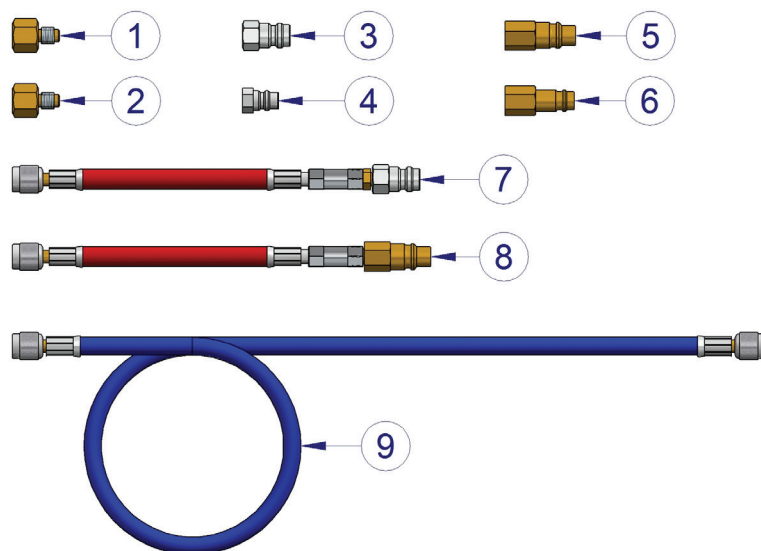
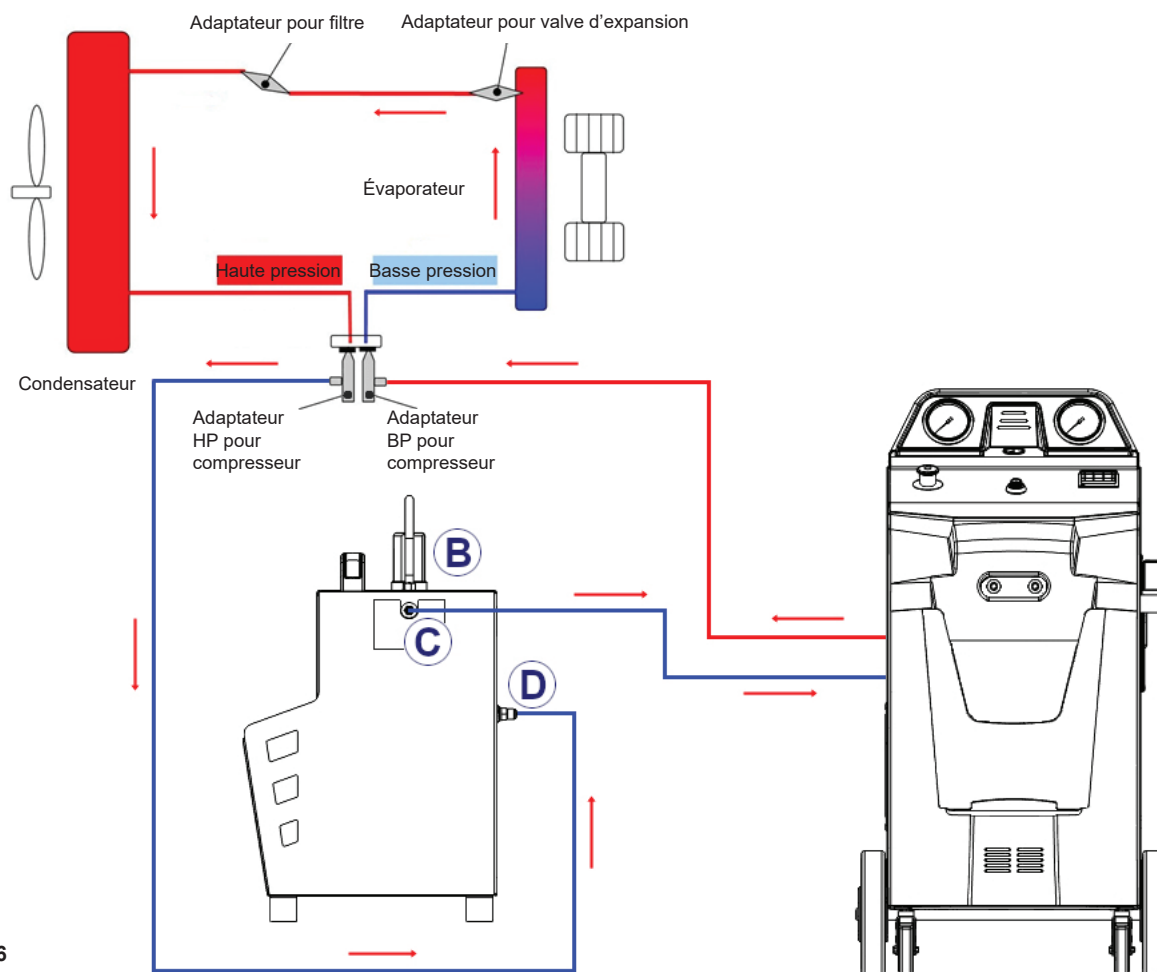
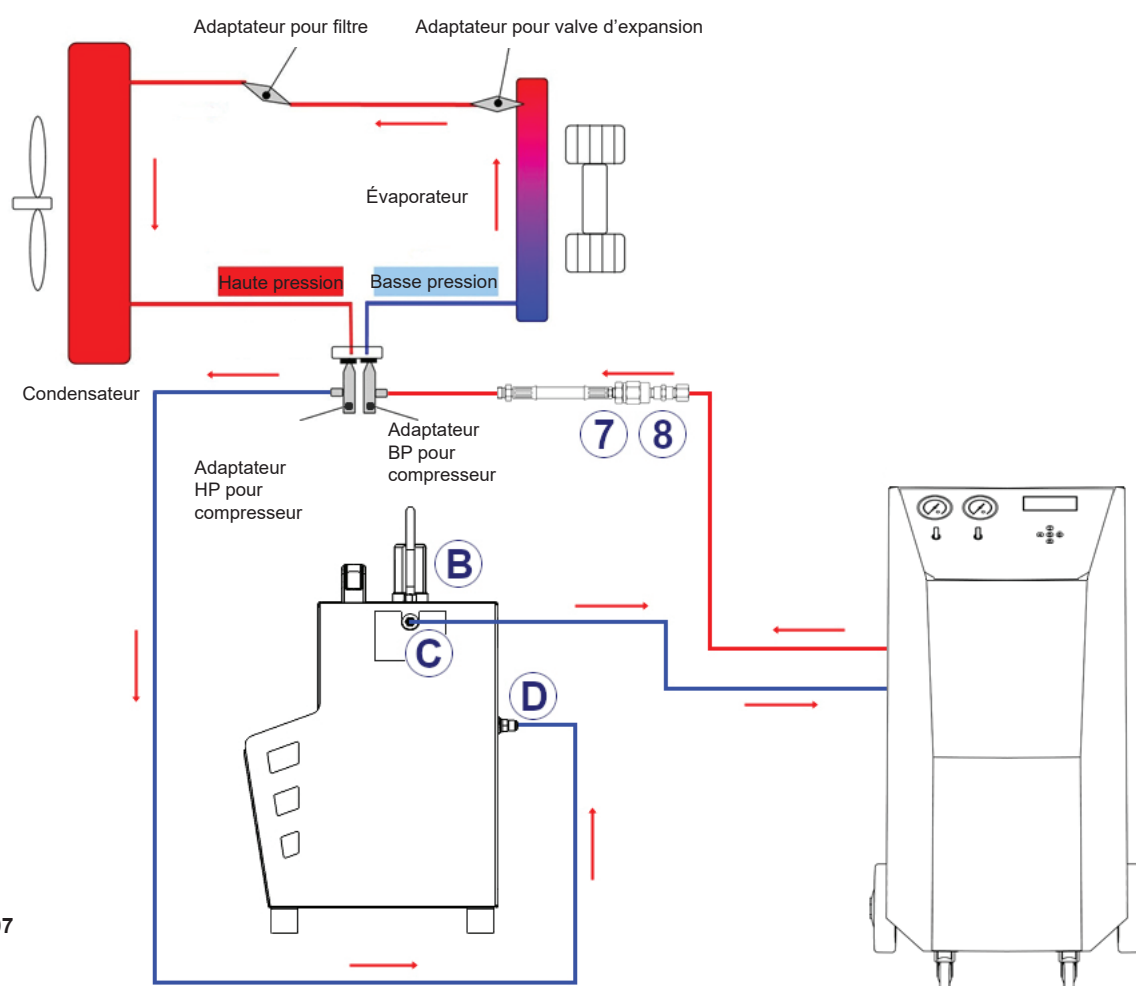

fig. 002
fig. 006
fig. 007
1. Raccordez le **tuyau de service rouge (haute pression)** à l'adaptateur spécifique au fabricant du **côté basse pression bleu** du compresseur du système de climatisation *fig. 006*.
2. Raccordez le **tuyau de service bleu (basse pression)** de l'unité de service de climatisation au port OUT **C** *fig. 006* du kit de rinçage.
3. Raccordez le tuyau bleu du kit de rinçage fourni **9** *fig. 002* au port IN **D** *fig. 006* du kit de rinçage.
4. Raccordez l'autre extrémité du **tuyau bleu** **9** *fig. 002* du kit de rinçage à l'adaptateur spécifique au fabricant du **côté haute pression rouge** du port du compresseur du système de climatisation.
6. Contrôlez la qualité du réfrigérant dans la cuve transparente de l'étape de filtration **B** *fig. 006* pendant l'opération de rinçage.
8. A la fin de l'opération de rinçage, il est possible d'enlever et d'éliminer les éventuels résidus de particules solides de la cuve transparente pour l'étape de filtration **B** *fig. 006*.
Le système est pré-régulé pour des raccords 1/4 SAE. Si l'unité de climatisation est équipée de raccords SAE 3/8", utilisez les adaptateurs **1** et **2** *fig. 002* du kit de rinçage fourni.
1. Raccordez l'adaptateur ⑦ ou ⑧ fig. 002 du kit de rinçage fourni au tuyau de service rouge (haute pression).
3. Raccordez le **tuyau de service bleu (basse pression)** de l'unité de service de climatisation au port OUT ③ fig. 007 du kit de rinçage.
4. Raccordez le tuyau bleu du kit de rinçage fourni ⑨ fig. 002 au port IN ④ fig. 007 du kit de rinçage.
5. Raccordez l'autre extrémité du **tuyau bleu ⑨ fig. 002** du kit de rinçage à l'adaptateur spécifique au fabricant du **côté haute pression rouge** du port du compresseur du système de climatisation.
7. Contrôlez la qualité du réfrigérant dans la cuve transparente de l'étape de filtration ⑤ fig. 007 pendant l'opération de rinçage.
9. A la fin de l'opération de rinçage, il est possible d'enlever et d'éliminer les éventuels résidus de particules solides de la cuve transparente pour l'étape de filtration ⑤ fig. 007.